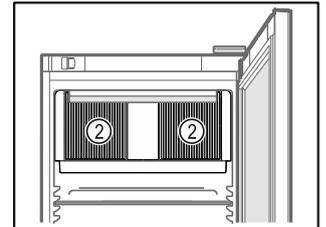

Fig. 62
- Mantenere libere le fessure di ventilazione Fig. 62 (2) della ventola di ricircolo nel vano interno.